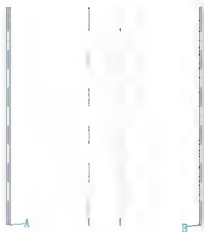

图 4.88 绘制外墙
(1) 将【墙线】图层设置为当前层, 用【多线】命令绘制外墙。注意, 制作样板时已经将当前多线样式设置为 STANDARD, 且将对正方式修改为“无”, 比例修改为“240”, 所以启动【多线】命令后, 不需做任何参数修改就可以直接绘制 240mm 厚的墙体, 结果如图 4.88 所示。
(1) 将【楼地面】图层设置为当前层并绘制一条水平线，线的起点和终点分别在如图 4.88 所示的 A 和 B 处，结果如图 4.89 所示。